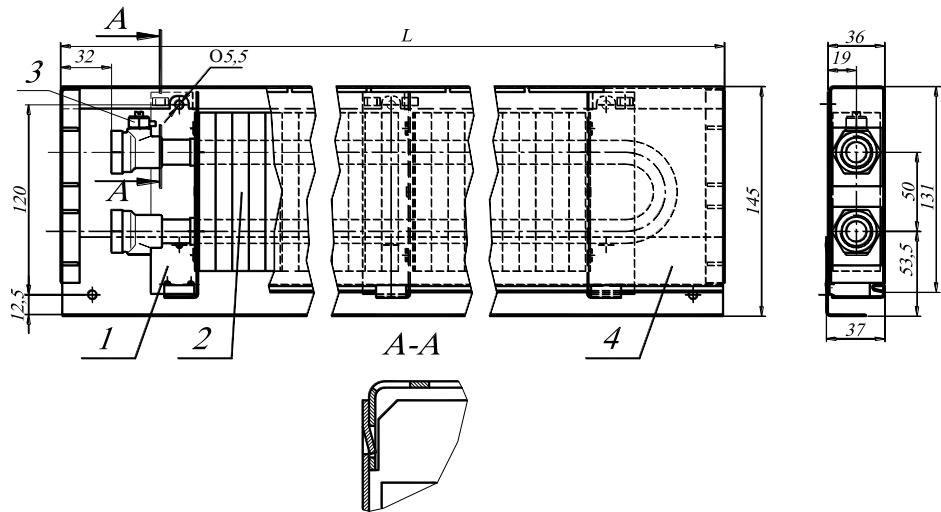

Рис.1 Конвектор ПЛК 04.14.060...300 концевой
4.1. Конвекторы имеют (см. рис.1):
4.3. Размеры и технические характеристики изделий представлены на Рис.1, 2 и в таблице1.